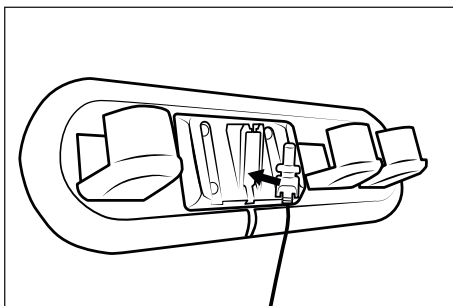

Fig. 4
- 1) Desmonte el soporte mural **18** del soporte para accesorios **17**. Inserte el conector coaxial **11** del adaptador de red **10** en el soporte mural **18** de la manera indicada en la siguiente figura. Gire el conector coaxial **11** para fijarlo (consulte la fig. 4).